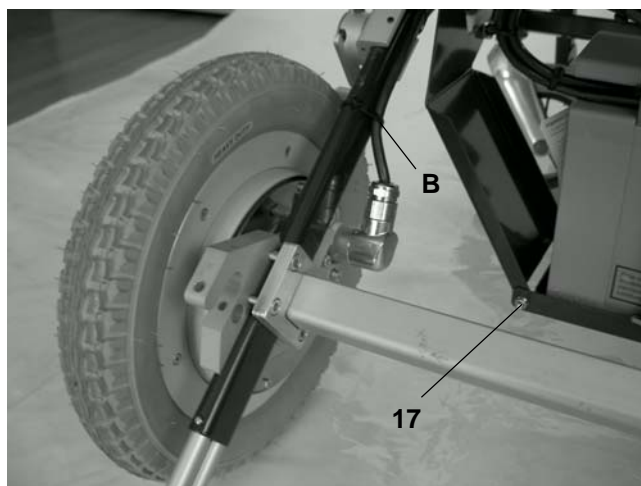

bild 5
1. Lossa och ta bort spårningen (9) och brickan (8). Ersätt ledtappen (7) med den medföljande bulten (10), på rullstolens båda sidor.
2. Häng upp batterilådan (11) på bultarna och skruva på muttrarna (12), men dra inte åt dem än.
3. Fäst klammern (13) på hjulramen och skruva in skruven (15) med brickan (14), men skruva inte åt skruven helt.
5. Fixera lådan med muttern (16)
6. Rikta batterilådan så att den hänger rakt, se bild 5 och dra åt de 4 muttrarna (17).
7. Dra åt muttrarna (12) och (16) ordentligt.
9. Fixera batteriet med remmarna (20). Dra åt remmarna ordentligt och känn att batteriet står stadigt. Se till att remmarna inte täcker locket till batteriladdningen.
5. När bromsarna är monterade kan kablarna mellan motor och batterienhet najas fast i hjulramen. Se B, bild 5 och 7.